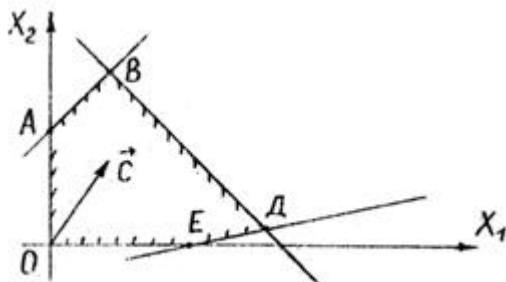

рис.21
2. Определим полуплоскости, соответствующие данным неравенствам (40) путем "испытания" точки (0,0). Покажем направления полуплоскостей штриховкой (рис.21). С учетом неотрицательности x_1 и x_2 получим область допустимых решений данной задачи в виде выпуклого многоугольника OABDE.
3. В области допустимых решений находим оптимальное решение, строя вектор $\vec{C} = \{2, 3\}$ который показывает направление возрастания R (рис.21).